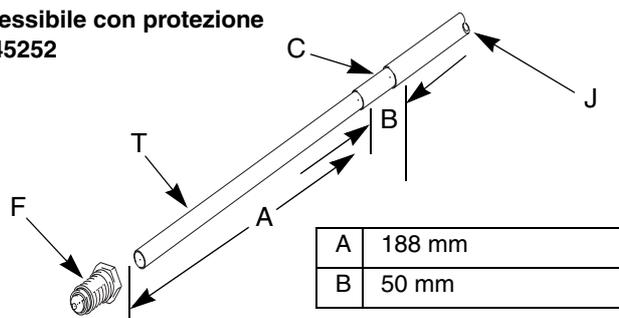

Fig. 4. Dimensioni del flessibile a base acquosa (sulla pistola)
2. Per essere adattato correttamente, il flessibile del fluido deve essere scoperto e assemblato alle dimensioni riportate in Fig. 4. Spingere il flessibile interno (T) nel raccordo (F) fino al fondo del flessibile. Un nuovo flessibile del fluido a base acquosa della Graco viene fornito completamente assemblato a queste dimensioni.